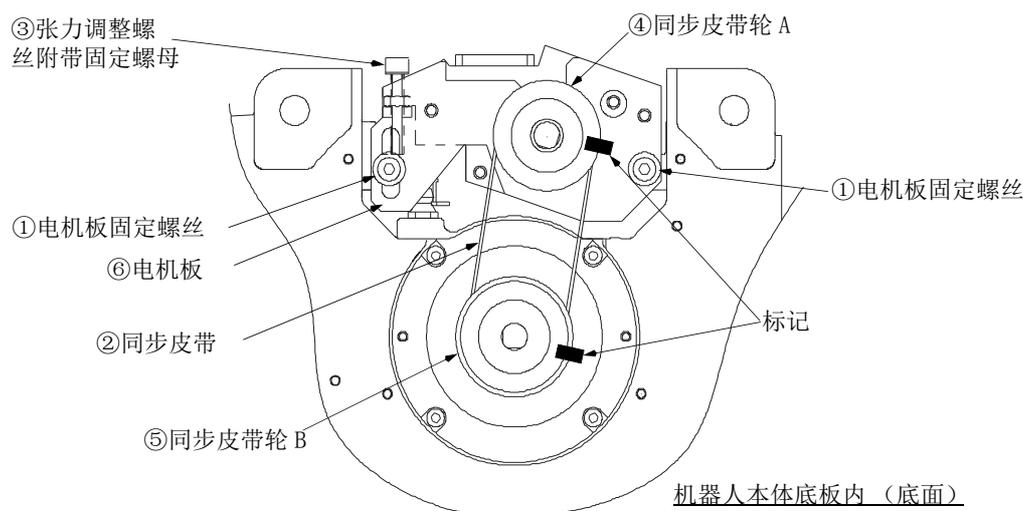

图 5-10: J1 轴同步皮带的更换 (RV-2FR 系列)
- 5) 机器人本体的底板内部的示意图如图 5-10 所示。
- 6) 在皮带更换过程中, 应注意不要使皮带轮转动。请注意如果同步皮带轮 A ④和同步皮带轮 B ⑤的位置关系出现偏差, 可能导致位置偏离。
- 7) 为了防止同步皮带②与同步皮带轮④、⑤的齿的咬合发生偏离, 应按照图 5-10 所示, 在同步皮带②和同步皮带轮④、⑤上使用马克笔等标上标记。
- 8) 稍微拧松电机板固定螺丝① (2 根)。(请勿过度拧松。)
- 9) 拧松用于固定张力调整螺丝③的螺母, 拧松张力调整螺丝③, 卸下旧的同步皮带。
- 11) 根据同步皮带轮④、⑤的标记, 安装新的同步皮带。
- 12) 旋转张力调整螺丝③, 调整同步皮带②的张力。